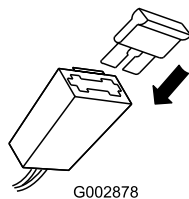

Bild 8
2. Setzen Sie die Sicherung (aus der Tüte mit den losen Teilen) in die Sicherungsfassung ein (Bild 8).